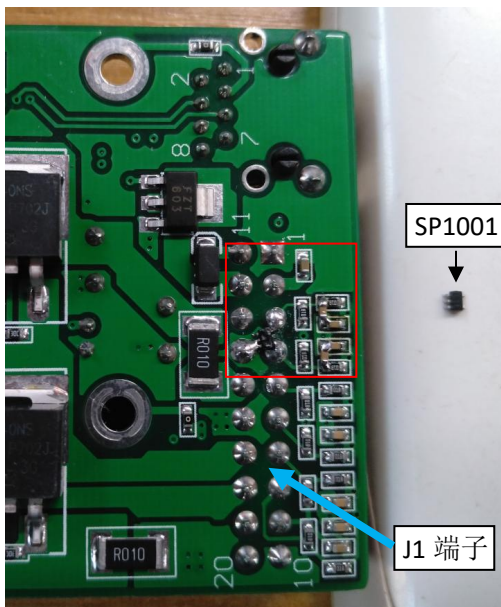

图 1
C31、C33 改为 102/0603 电容，再增加两个 102/0603 电容，增加一个 SP1001-04JTG（图 1 板子右侧的小元件）
1. 见图 1（MGRD 背面）焊接样品